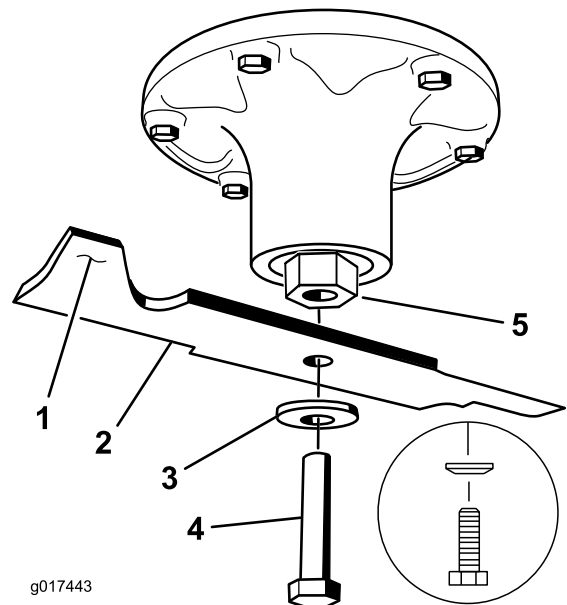

Figure 84
1. Placez la lame sur l'axe (Figure 84).
2. Installez la rondelle élastique et le boulon de la lame (Figure 84).
Remarque: Le cône de la rondelle élastique doit être dirigé vers la tête du boulon (Figure 84).